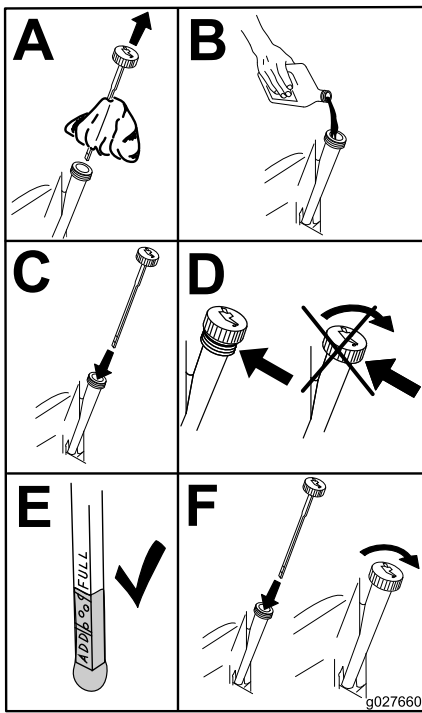

Figure 53
4. Versez lentement environ 80 % de l'huile spécifiée dans le tube de remplissage, puis faites l'appoint lentement jusqu'à ce que le niveau atteigne le repère maximum (**Full**) (Figure 53).